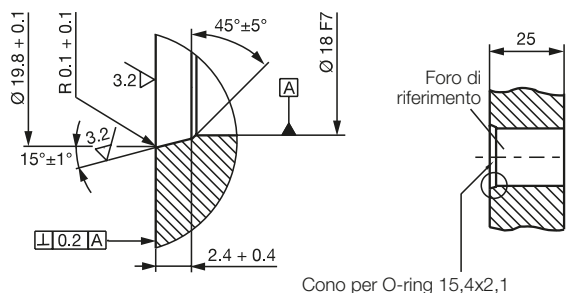

Fig. 4-4: Foro di riferimento per il montaggio del BTL con l'O-ring
Foro di riferimento: la superficie di appoggio del BTL deve poggiare completamente sulla superficie di alloggiamento. L'O-ring idoneo deve sigillare perfettamente il foro, cioè la svasatura per l'O-ring deve essere eseguita come riportato in Fig. 4-4.
La profondità del foro di avvitamento deve corrispondere ad almeno 25 mm (vedere Fig. 4-4).
- ▶ La superficie di appoggio del corpo del BTL deve poggiare completamente sulla superficie di alloggiamento. L'O-ring idoneo deve sigillare perfettamente il foro, cioè la svasatura per l'O-ring deve essere eseguita come riportato in Fig. 4-4.